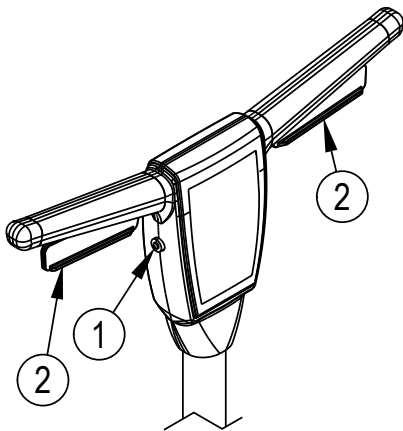

Figura 6
5. Pulse el botón de interbloqueo (1) y aplique presión a las palancas (2). Para detener la máquina, suelte las palancas (2). Consulte la Figura 6.
3. Pulse el botón de interbloqueo (1) y aplique presión a las palancas (2). Para detener la máquina, suelte las palancas (2). Consulte la Figura 6.